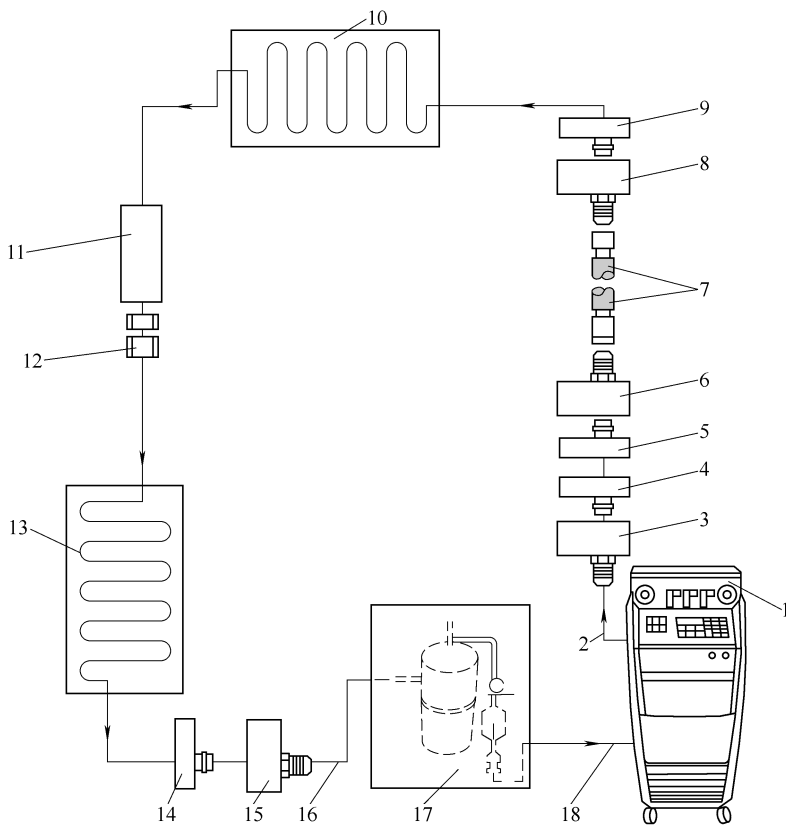

图 11-1-19 空调系统冲洗示意图 01
1) 带节流管和集液器的制冷剂循环回路,如图 11-1-19 所示。